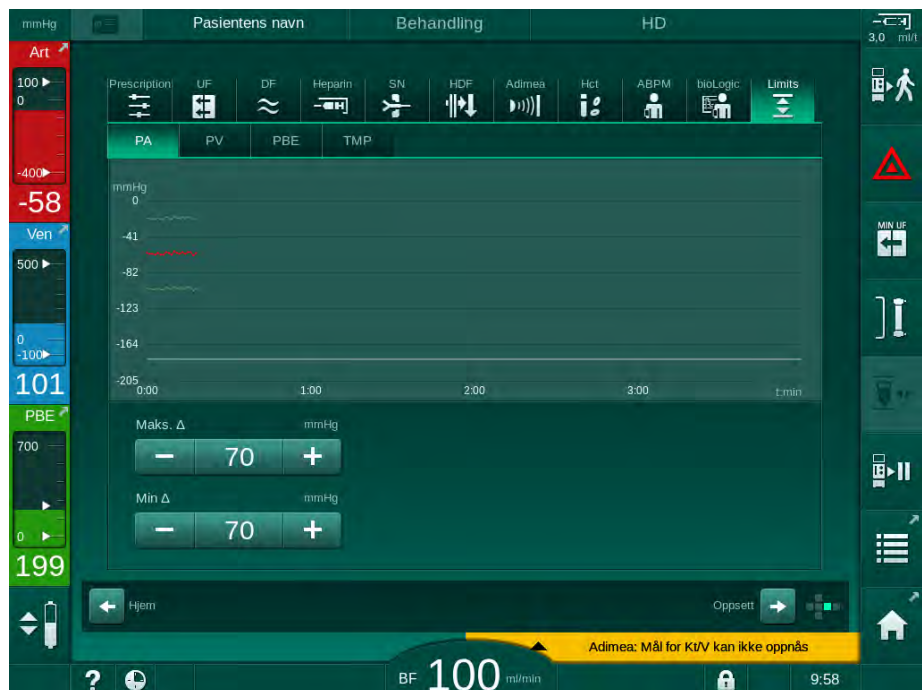
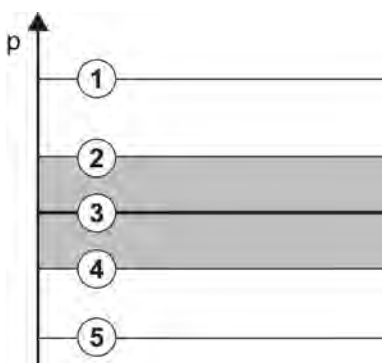

Fig. 5-20 Eksempel på trykkgrenser på skjermbildet *Inndata*
Fig. 5-21 Trykkgrensener
Trykkene overvåkes ved bruk av grensevinduer (grått område i Fig. 5-21) som er definert som avstanden mellom faktisk verdi ③ og nedre ④ og øvre ② grenser (min./maks. deltaverdier). Totalen av disse to avstandene gir bredden på grensevinduet, som i eksempelet i Fig. 5-20: 70 + 70 = 140 (mmHg).